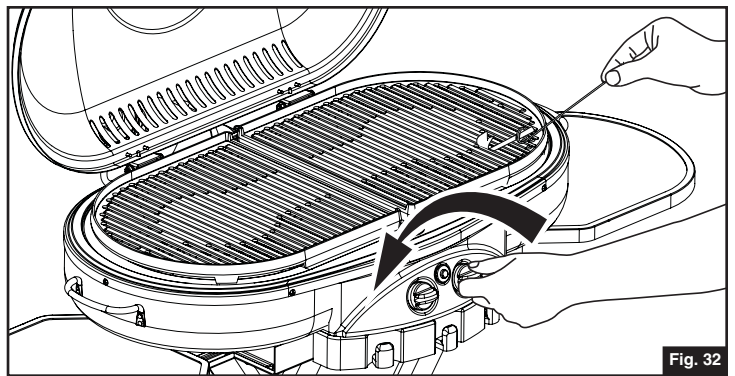

Fig. 32
1. Encienda el fósforo de madera largo (o use la extensión para fósforos o un encendedor de butano con extensión) y colóquelo a través de los espacios de las rejillas de la parrilla cerca de los orificios del quemador. (Fig. 32)